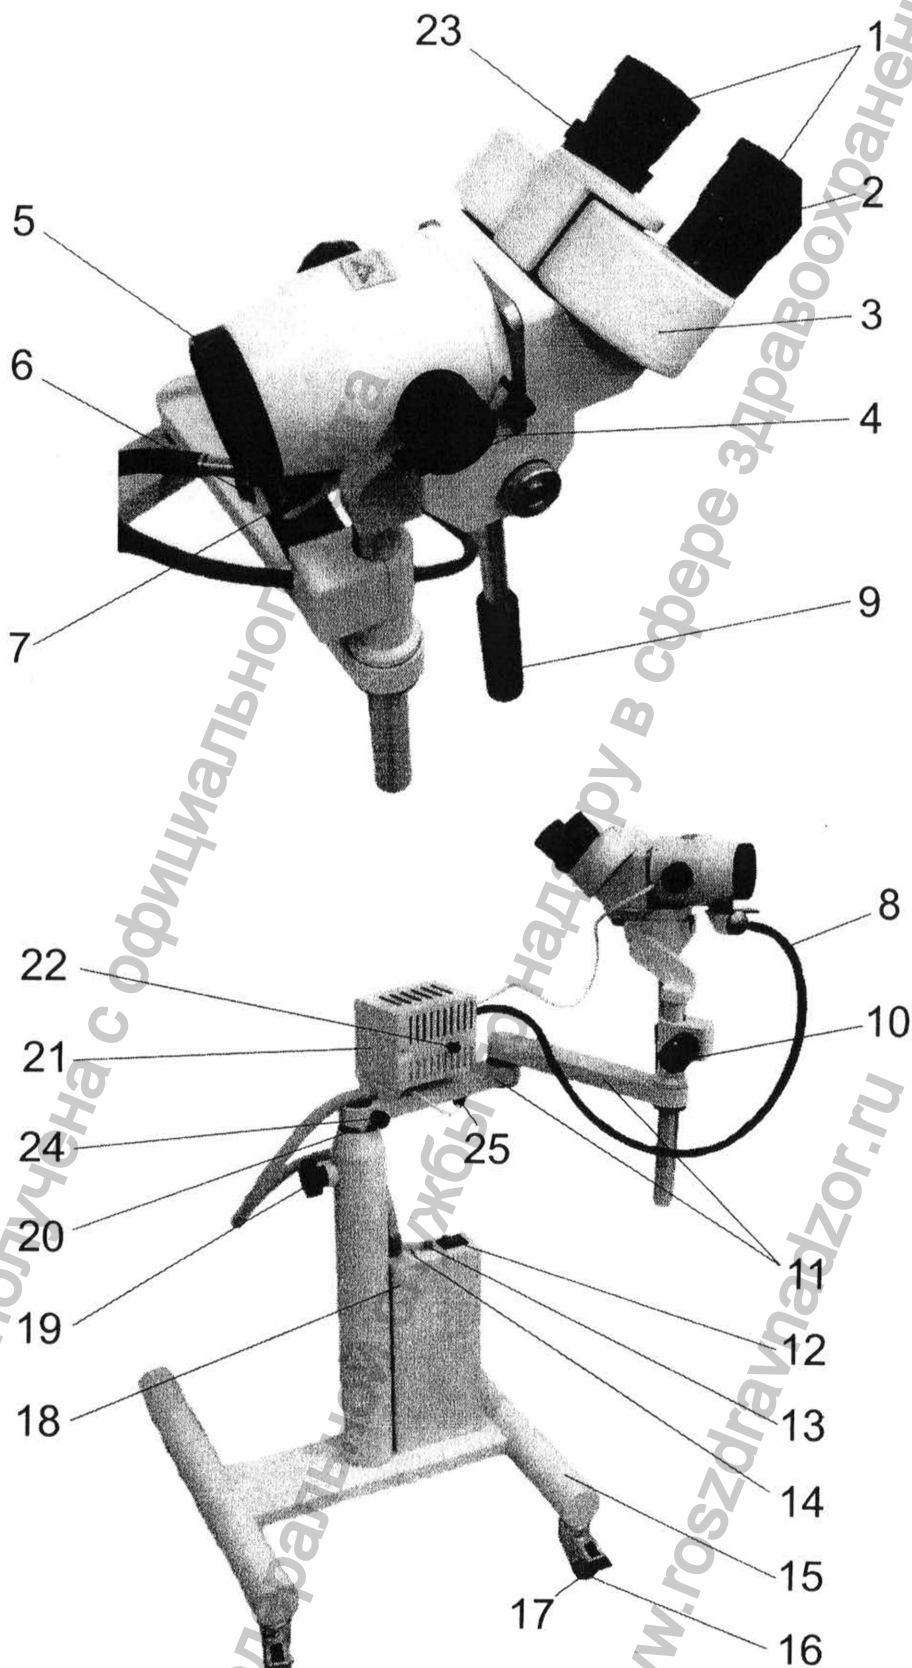
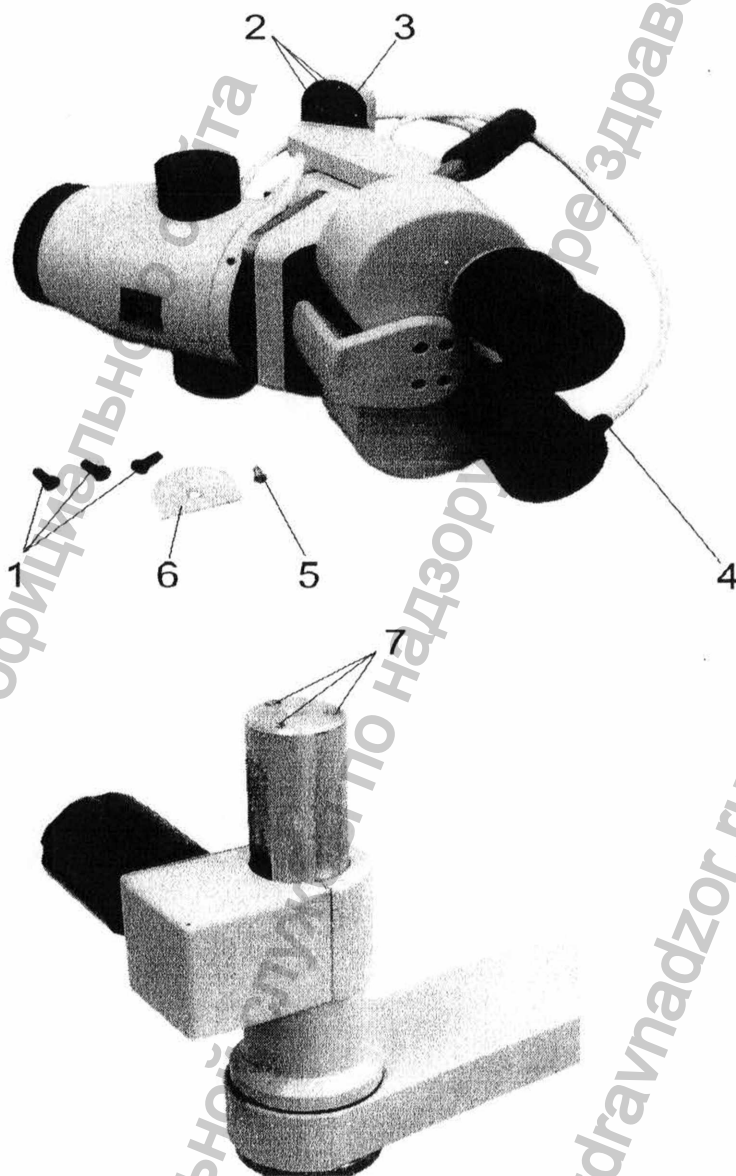

Рисунок 1
Рисунок 2
3.1.7 Закрепить винтами 1 (рисунок 2) фокусирующее устройство с стереоскопическим микроскопом совместив отверстия 2 и 7. Поверхность 3 закрыть планкой 6, ввернув винт 5. Установить разъем 4 в гнездо 25 (рисунок 1).